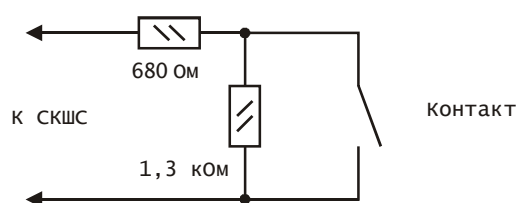

Рис. 2 Схема ШС с нормально-замкнутыми контактами.
Типовая схема включения ШС приведена на Рис. 2
При подключении одного ШС к СКШС по схеме на Рис. 2, собственный ток потребления СКШС увеличивается на:
5.6. Схема включения контактов в ШС СКШС приведена на Рис. 2.